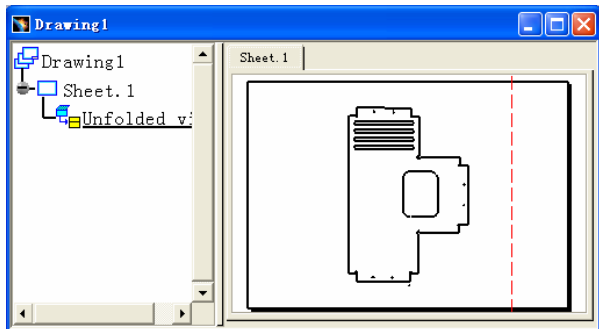

图 6-127
- >>> 步骤 03 单击工程制图工作界面中图纸的任一点, 即可产生钣金展开视图, 如图 6-127 所示。